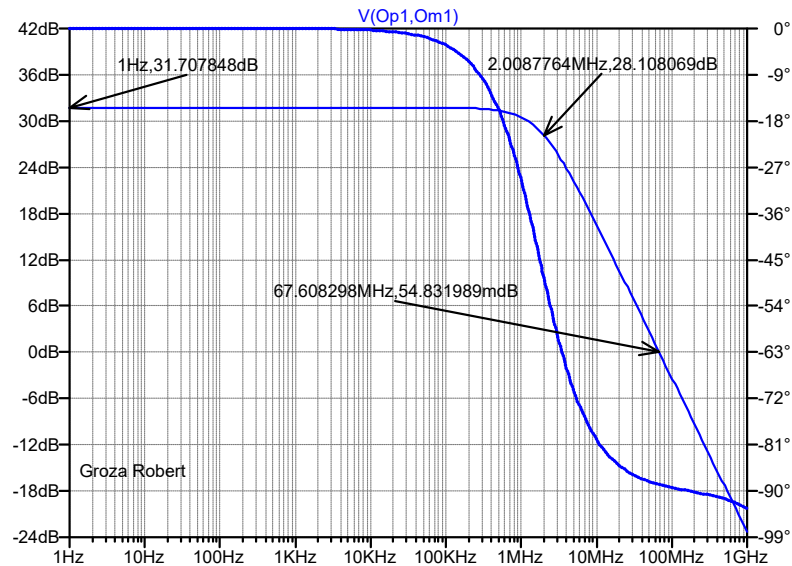

Figura 3: Caracteristica de transfer a amplificatorului diferențial cascodă cu sarcină sursă de curent cu intrare pe tranzistoare NMOS
- funcția implicită de export nu salvează cursorile și fereastra unde apar coordonatele cursorilor astfel pentru a se salva coordonatele se va folosi din meniul "Plot settings" -> "Notes & Annotations" funcția "Label Curs. Pos.", vezi Figura 3; după poziționarea coordonatelor pentru cursor, acestea se pot aranja pe grafic folosind opțiunea "Drag" din același meniu;